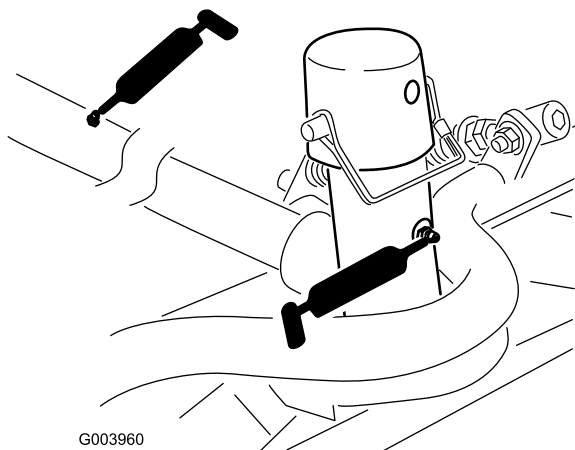

図 45
- カuttingユニットのキャリアフレームとピボット各(図 45)